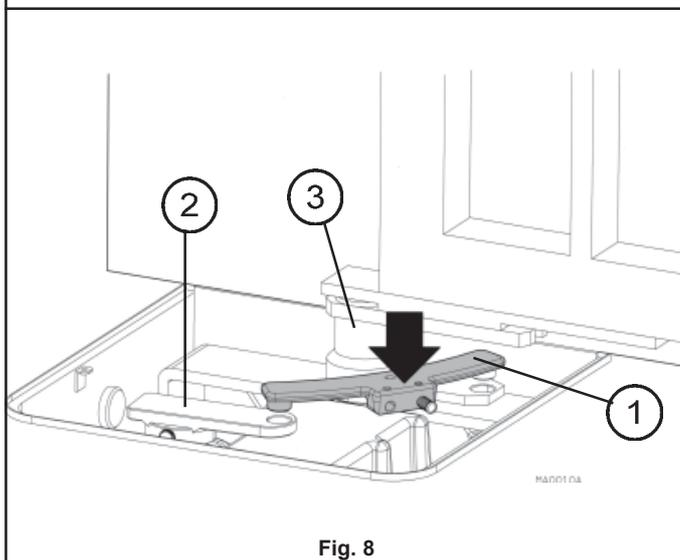

Fig. 8
- Inserire la biella di collegamento (1 fig. 8) tra la leva motore (2 fig. 8) e gruppo leve (3 fig. 8) e ingrassare gli accoppiamenti
- Introduce the connection rod (1 fig. 8) between the motor lever (2 fig. 8) and the lever block (3 fig. 8) and grease all couplings.
- Fügen Sie die Treibstange (1 Abb. 8) zwischen den Antriebshebel (2 Abb. 8) und dem Hebelgestänge (3 Abb. 8) und schmieren Sie die Verbindungsstellen.